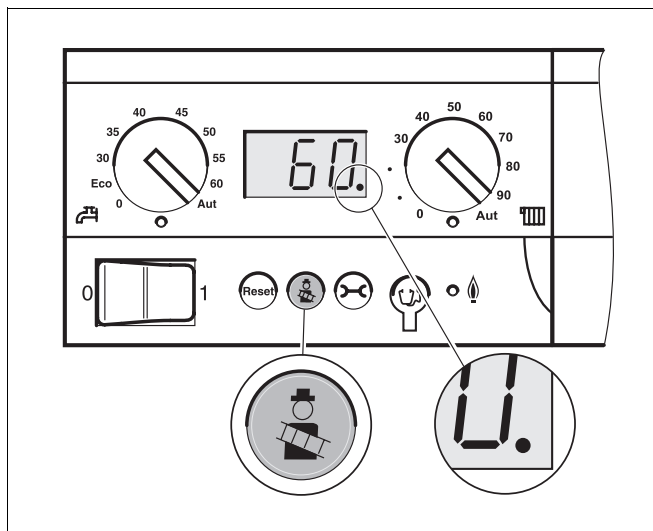

Abb. 19 Basiscontroller Logamatic BC10
- Abgastest am Basiscontroller Logamatic BC10 aufrufen, hierzu Taste „Abgastest“ solange drücken, bis der Dezimalpunkt in der Statusanzeige erscheint (Abb. 19). Der Brenner startet.